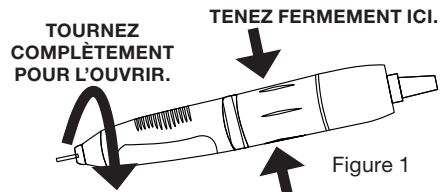

Figure 1
1. Pour ouvrir le mandrin, tournez le boîtier supérieur de la pièce à main dans la position d'ouverture (figure 1) jusqu'à ce qu'il s'enclenche.